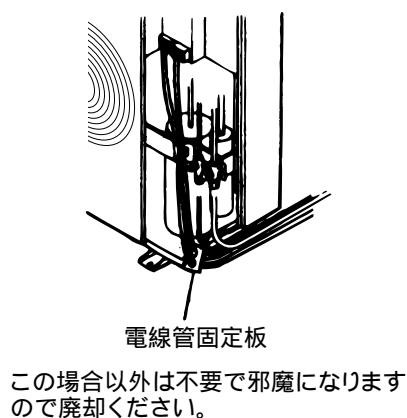

図3
- (3) 後側に電線管を使用して配線する場合は付属の「電線管固定板」をご利用ください。(図3)
- (4) 配管・配線工事完了後、サービスパネルの内側に付属のウレタンフォームのブロックにて配管